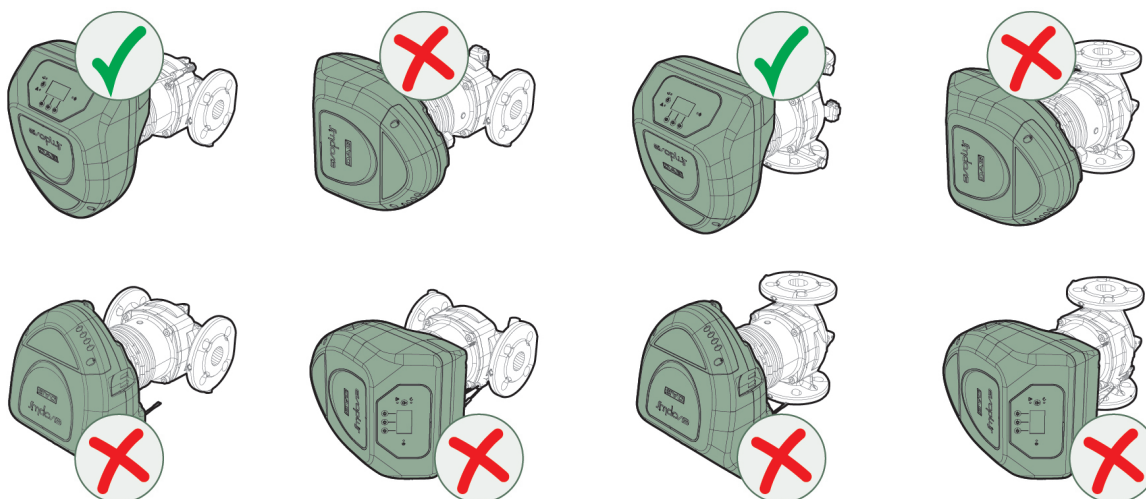

Figure 5
Il est possible de faire pivoter l'interface utilisateur dans des positions différentes de la position standard, se référer à Figure 5
- si la température ambiante est supérieure à la température du liquide, il y a un risque de condensation. Cette condensation doit et peut être évacuée par au moins **l'un des trois trous** d'évacuation situés sur le corps du moteur, voir la Figure 5